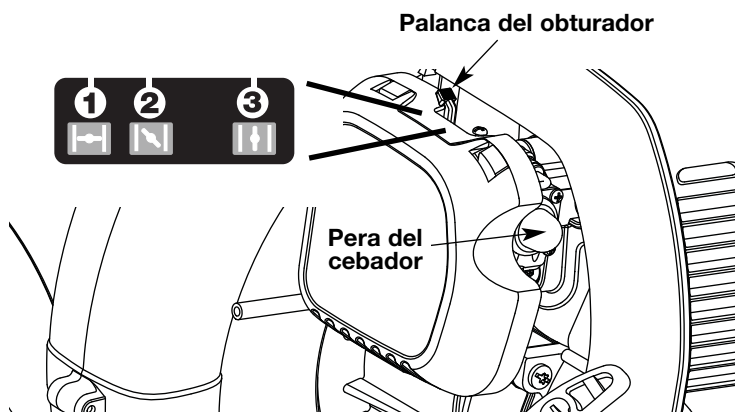

Fig. 14
3. Oprima completamente el cebador y suéltelo 10 veces. Hágalo lentamente. Se deberá ver un poco de combustible en el cebador y en las tuberías de alimentación de combustible (Fig. 14). Si no puede ver el combustible en el cebador, oprímalo y suéltelo tantas veces como sea necesario hasta que vea combustible en el mismo.
4. Coloque la palanca del obturador en **Posición 1** (Fig. 14).
6. Coloque la palanca del obturador en **Posición 2** (Fig. 14) y deje que el motor se caliente durante unos 5 a 10 segundos.
7. Coloque la palanca del obturador en **Posición 3** (Fig. 14). La unidad está lista para usarse.